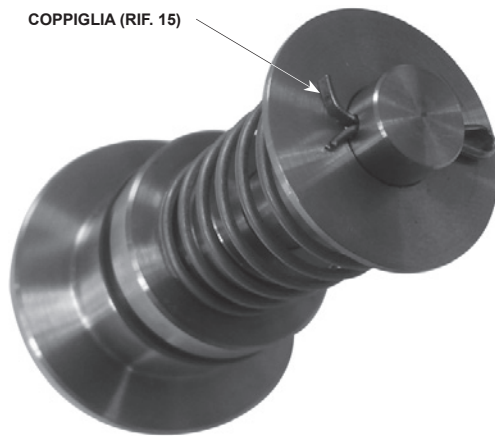

Figura 5. Corretta piegatura della coppiglia
- Installare il gruppo dell'otturatore (Rif. 13) allo stelo (Rif. 14) e bloccarlo con la coppiglia (Rif. 15). Inserire lo stelo nell'inserto guida (Rif. 18), posizionare sulla molla di deviazione (Rif. 39) e la sede molla di deviazione (Rif. 40) e fissare con un'altra coppiglia. Utilizzare pinze o un attrezzo equivalente per piegare le estremità della coppiglia dopo l'inserimento (vedere Figura 5).